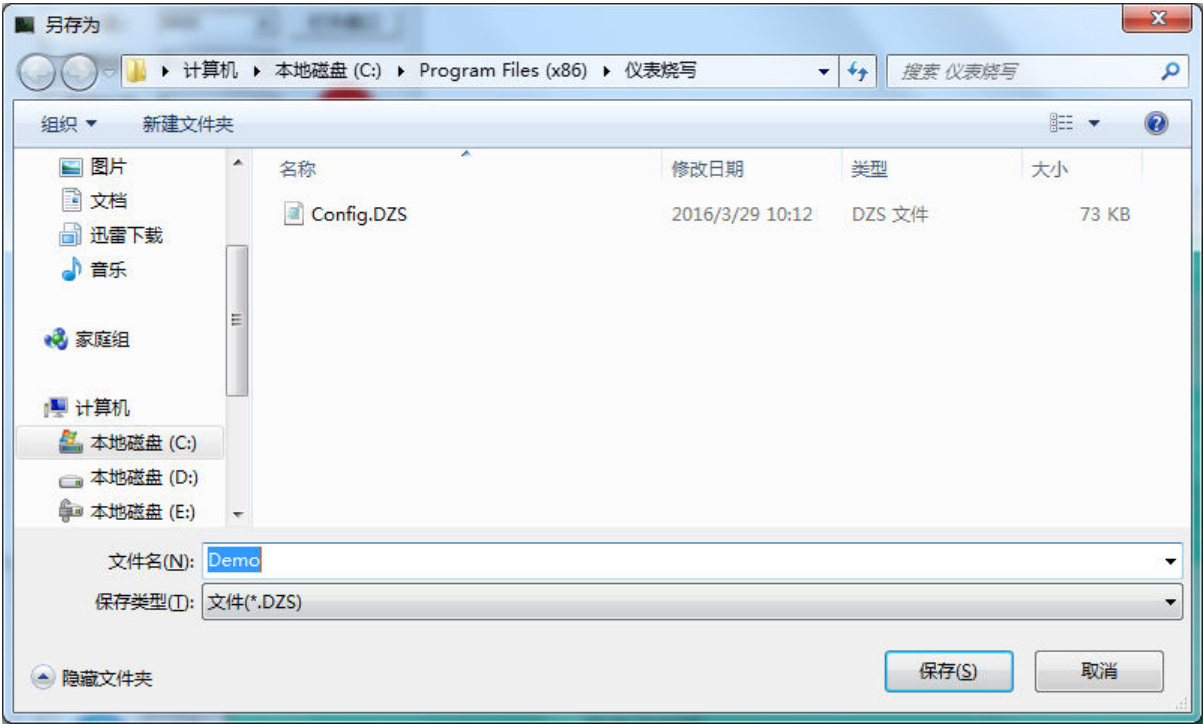

图 2
1. 选择 **文件-新建工程**，创建新空白工程，见图 2。